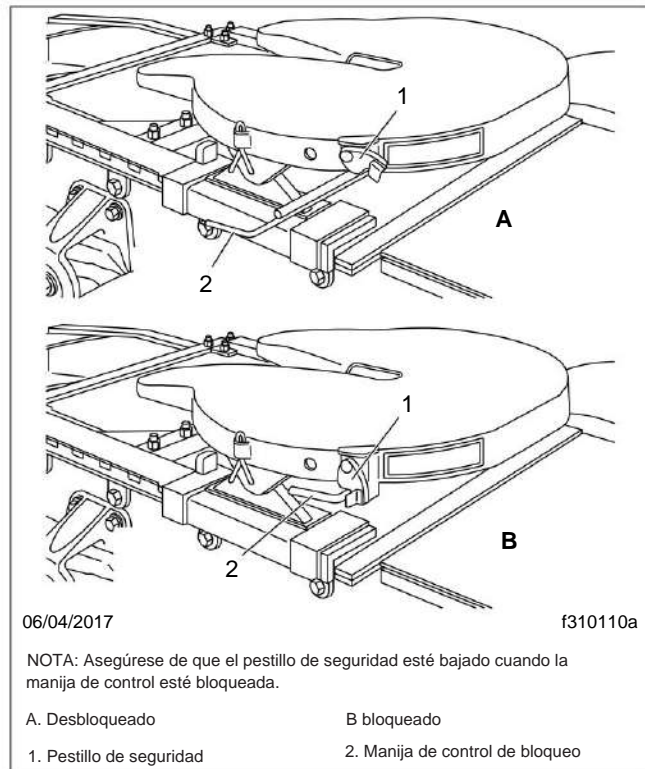
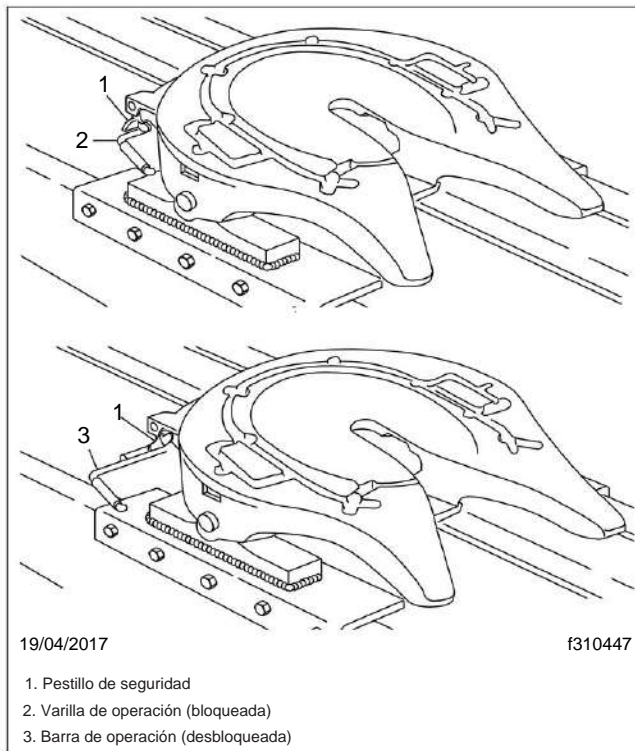
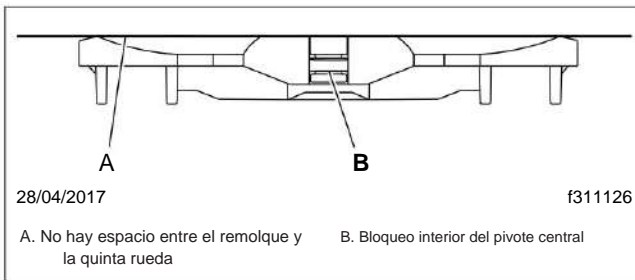

Fig. 20.1, Mecanismo de bloqueo de Fontaine
Fig. 20.2, Mecanismo de bloqueo Holland Simplex SE
Fig. 20.5, Inspección del acoplamiento
2. Asegúrese de que la mordaza de la quinta rueda esté completamente abierta y que la varilla de operación esté en la posición desbloqueada. Consulte la Fig. 20.1 o la Fig. 20.2.
8. Realice una inspección del acoplamiento, comprobando que no haya espacio entre la parte inferior del remolque y la quinta rueda, y que el perno maestro esté bien bloqueado. Consulte la Fig. 20.5 Cuando se produce el bloqueo, la manija de control de la quinta rueda se mueve a la posición de bloqueo. Asegúrese de que el pestillo de seguridad esté hacia abajo sobre la manija de control de bloqueo para mantener la manija de control en la posición de bloqueo. (El pestillo de seguridad solo girará hacia abajo si la varilla de operación está completamente retraída en la posición de bloqueo). Consulte la Fig. 20.1 para las quintas ruedas Fontaine. Consulte la Fig. 20.2 para quintas ruedas Holland.